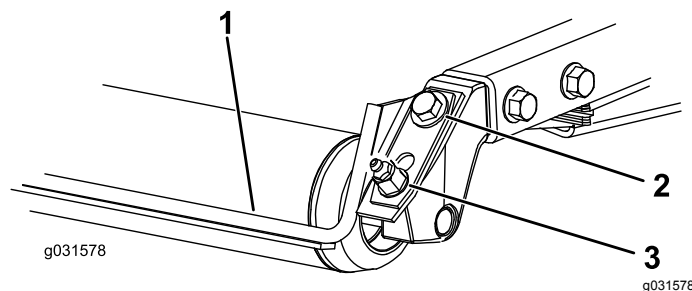

図 21
1. グリスフィッティングと取り付けねじをゆるめる 図 21。